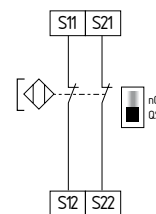

Fig. 16
**Comando de dois canais de interruptores magnéticos de segurança conforme EN 60947-5-3 (ver Fig. 16)**